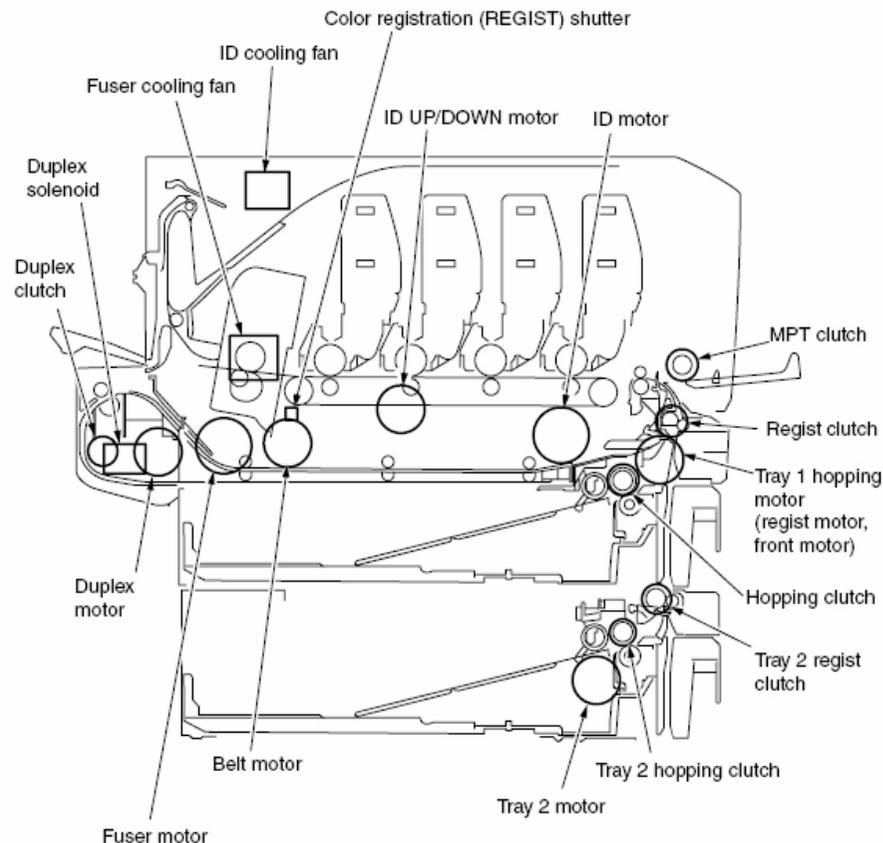

图 5-2
3. 按确认键开始测试。装置名称开始闪烁，相应的装置激活 10 秒。（详见图 5-2。）